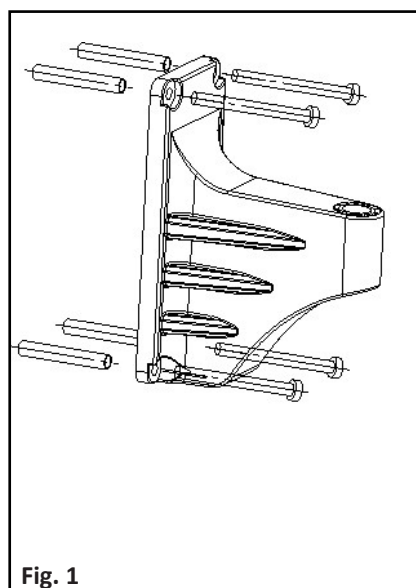

Fig. 1
4. Fixați suportul cu patru șuruburi autofiletante în mod corespunzător (Fig.1).